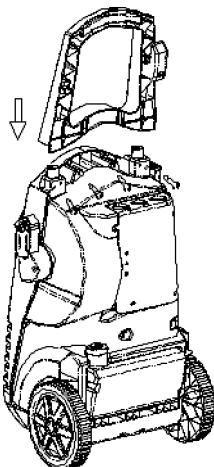

Fig 1.
2. Montera handtaget (2): Tryck ner det uppifrån och fixera det med de bifogade skruvorna (se Fig. 1).